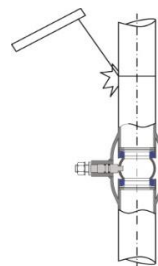
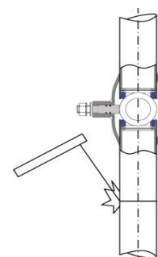

рис.2
рис.3
4. При приварке крана к вертикальному трубопроводу при сварке верхнего шва кран должен быть ОТКРЫТ (рис.2), при сварке нижнего шва – ЗАКРЫТ (рис.3).